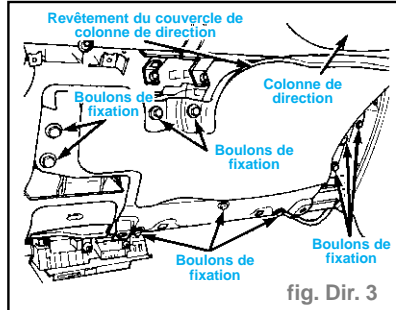

fig. Dir. 3
- Déposer les dix boulons fixant le recouvrement du couvercle de colonne de direction au panneau d'instruments. Déposer le recouvrement du panneau inférieur d'instruments. (fig. Dir. 3)
- Poser le revêtement du couvercle de colonne de direction sur le panneau d'instruments inférieur. Poser et serrer convenablement les dix boulons fixant le revêtement du couvercle de colonne de direction au panneau d'instruments (fig. Dir. 3)